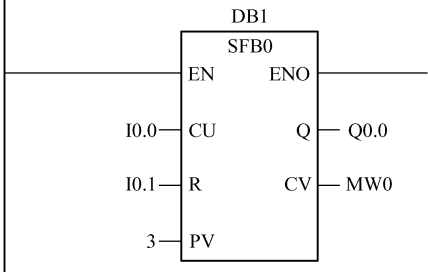

图 4-73 梯形图
解: 以下用 IEC 计数器, 梯形图如图 4-73 所示, I0.0 按下 3 次, MW0 中存储的是当前计数值 (CV) 为 3, 等于预设值 (PV), 所以 Q0.0 状态变为 1, 电动机启动; 当按下 I0.1 复位按钮, MW0 中存储的是当前计数值变为 0, 小于预设值 (PV), 所以 Q0.0 状态变为 0, 电动机停止。顺便说明此题使用 S7 计数器 CTU 也可行, 但程序要复杂一些。